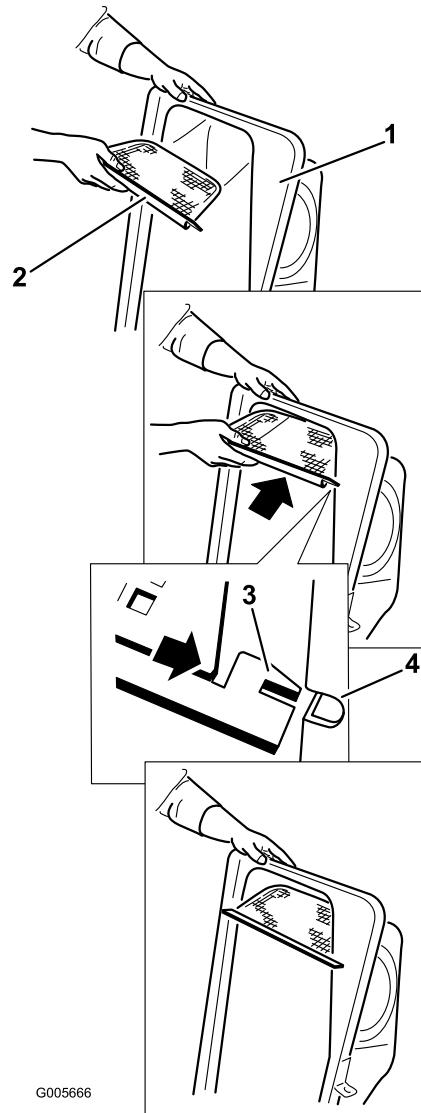

Figure 15
2. Montez le filtre comme montré à la Figure 15 de sorte à l'incliner dans la direction des bacs de ramassage.